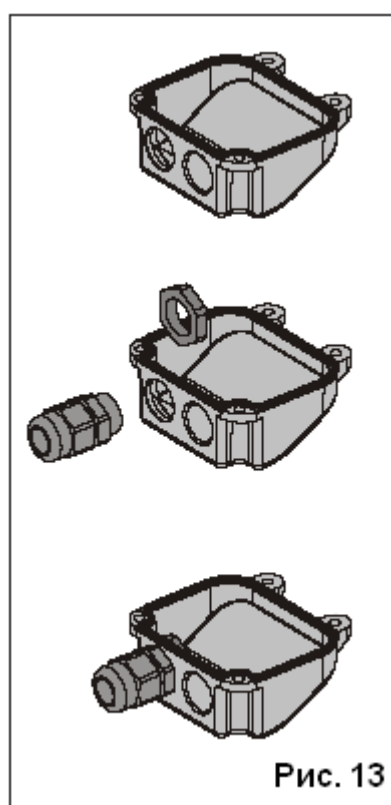

Рис. 13
- 1) Выдавить одно из двух намеченных отверстий в крышке, рис.13; для привода с концевыми выключателями нужно выдавить оба отверстия.